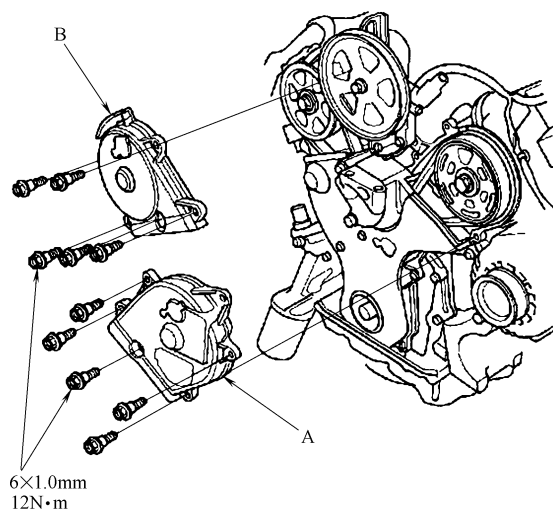

图 23-42 安装前部上盖 A 和后部上盖 B
11) 按照图 23-42 所示, 安装前部上盖 A 和后部上盖 B。